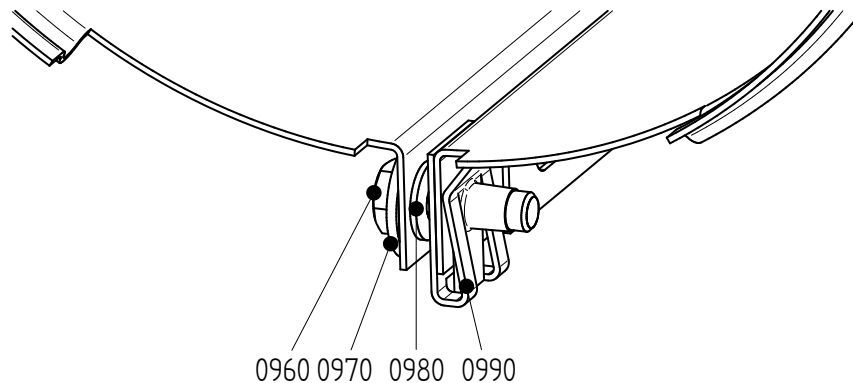

Figura 9: Instalación de la cubierta.
- 1 Afloje los pernos (0960). Consulte figura 9.
- 3 Cierre la cubierta y coloque un tornillo (0960). Consulte figura 9.
- Cierre la cubierta y coloque un tornillo (0960). Consulte figura 9.